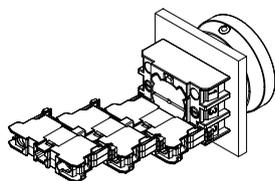
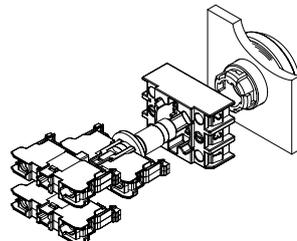

Fig. 4
Fig. 5
2. Montage des éléments de contact RF par encliquetage dans les positions 1 à 3 de l'embase de fixation (voir Fig. 4). La position centrale (no. 3) est prévue pour le montage des éléments lumineux (voir Fig. 5).